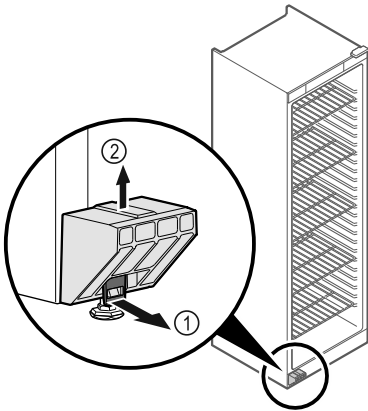

Fig. 1
- ▶ Τραβήξτε προς τα εμπρός τη γλώσσα Fig. 1 (1).
- ▶ Τραβήξτε προς τα επάνω την ασφάλεια μεταφοράς Fig. 1 (2).